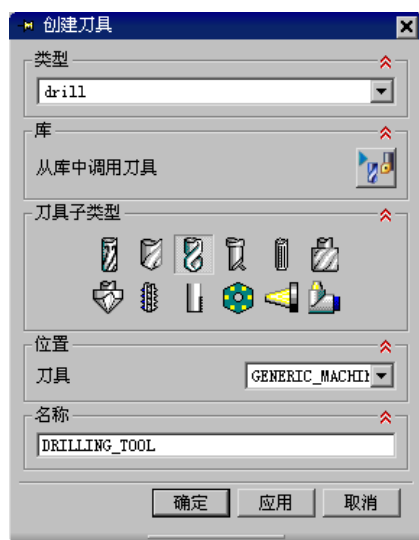

图 6.7.3 “创建刀具”对话框
Step1. 选择下拉菜单 **插入(S) → 刀具(T)** 命令，系统弹出图 6.7.3 所示的“创建刀具”对话框。